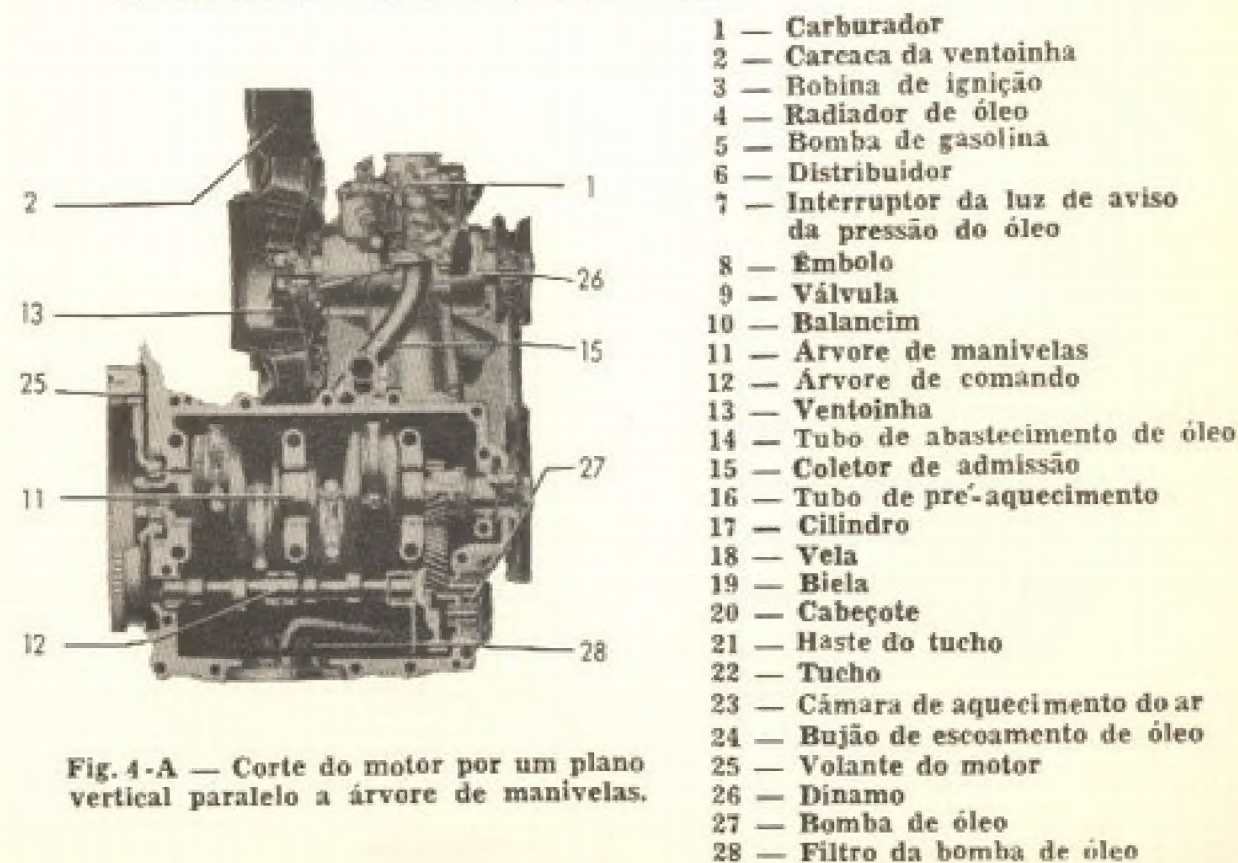

Fig. 4-A — Corte do motor por um plano vertical paralelo a árvore de manivelas.
**Cuidados com o sistema.** — A única atenção requerida pelo sistema é o ajuste eventual da tensão da correia do dinamo, em cujo eixo se encontra montada a ventoinha. Esse ajuste se faz desmontando-se a metade externa da polia com a chave própria que vem com o estôjo de ferramentas e acrescentando-se ou retirando-se as arruelas de ajuste entre as duas metades da polia. A metade interna da polia possui um entalhe, que serve para se firmar a mesma com uma chave de fenda como mostra a fig. 2-B. O ajuste está perfeito quando existe uma deflexão de 2 cm entre o ponto médio da correia entre as duas polias, como se vê na fig. 4-B. Esta figura também indica as posições correta e incorretas da correia. Se se deseja aumentar a tensão, o que é mais comum, retiram-se as arruelas necessárias entre as duas metades da polia. Se se deseja diminuir a tensão, acresce-se o número adequado de arruelas. As arruelas de ajuste ficam guardadas na metade externa da polia, como mostra a fig. 3-B.
Fig. 4-B — Na figura à esquerda, vemos, de forma exagerada, o ponto onde deve haver uma deflexão de cerca de 2 cm. Vemos também as posições correta e incorretas da correia.